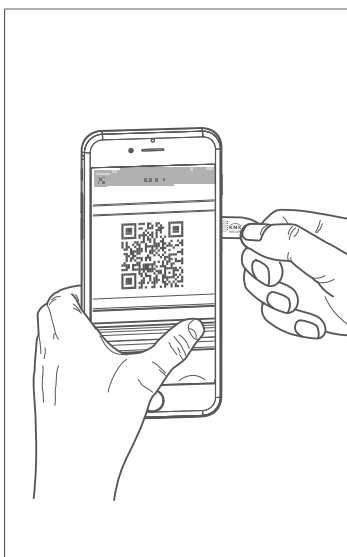
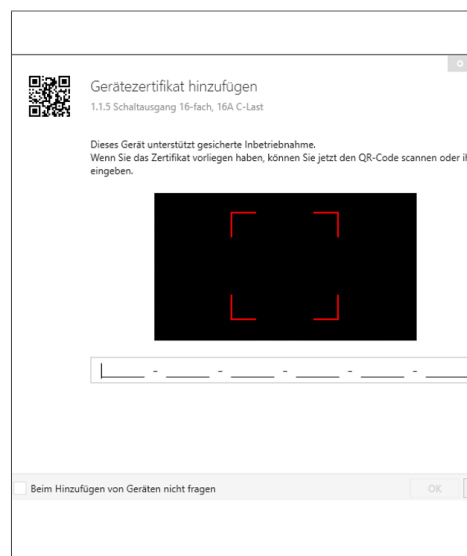

Bild 14: QR-Code scannen
Bild 15: QR-Code manuell eingeben
- 2 Das Gerätezertifikat (QR-Code) eingeben (Bild 15) oder scannen (Bild 14) bzw. dem Projekt in der ETS hinzufügen.